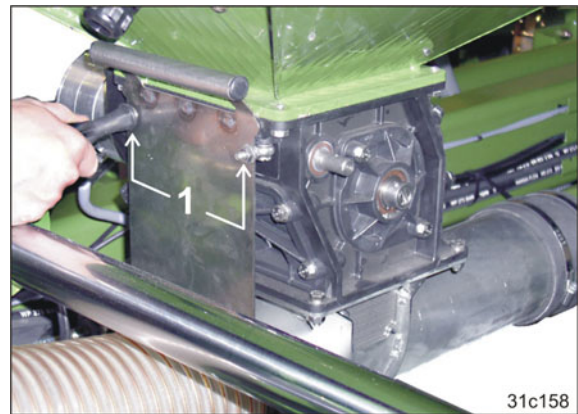

Fig. 179
- 1.2 Løsn to møtrikker (Fig. 179/1), men skru dem ikke af.